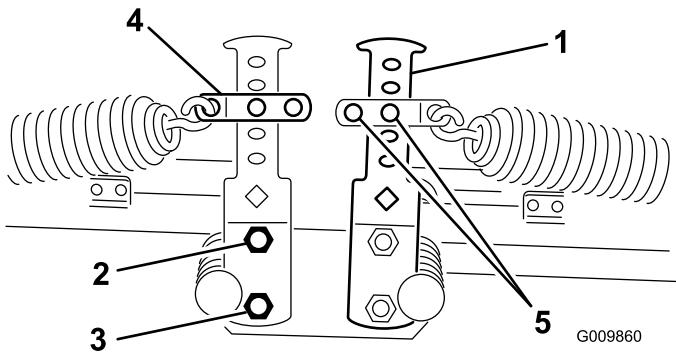
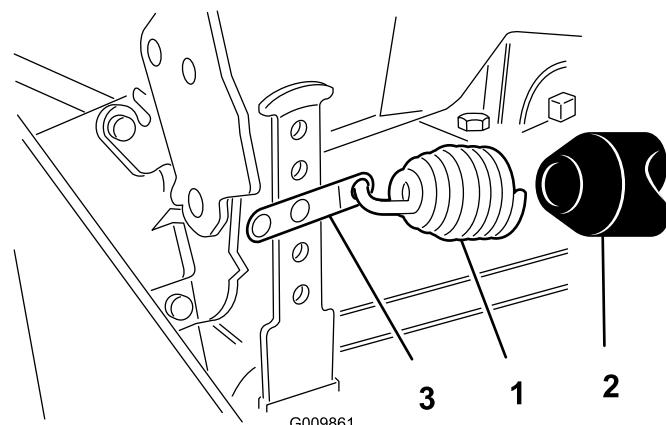

Figura 12
Figura 13
2. Fissate l'altra estremità della molla al foro appropriato (si veda sotto) sui bracci di contrappeso anteriori e posteriori (Figura 12 e Figura 13) con grillo della molla, perno con testa e coppiglia.
4. Fissate la parte inferiore del braccio di contrappeso al telaio con il dado e il bullone rimossi precedentemente. Serrate il bullone superiore (Figura 12).